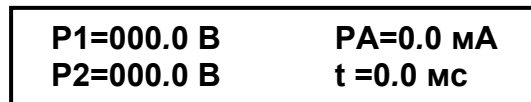

Рисунок 5.4
- по окончании всех внутренних проверок устройство готово к работе. На его индикаторе отобразятся поля входных измерителей P1, P2, PA и t (рисунок 5.4).